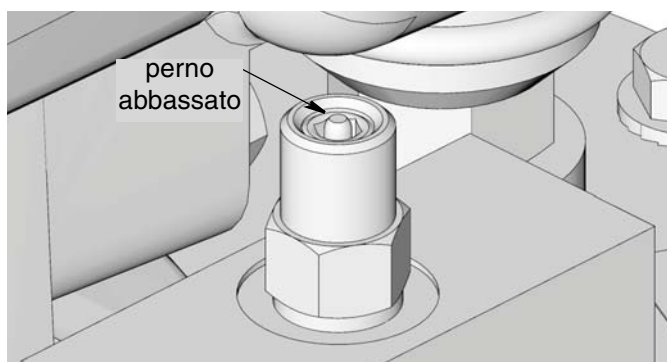

FIG. 17
2. Verificare che il perno del dispositivo di intercettazione riempimento automatico (S) sia abbassato, a indicare che è riarmato (FIG. 17).